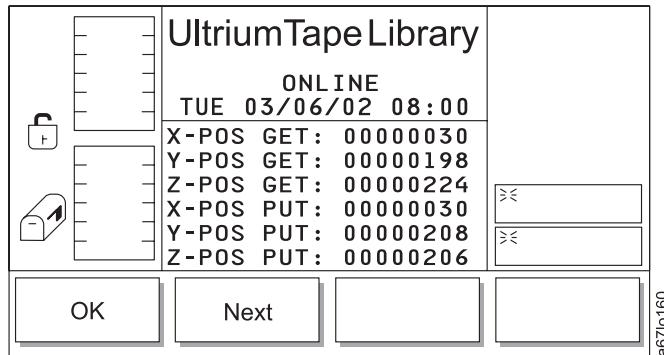

Abbildung 91. Positionsdialog
- Wird **Next** ausgewählt, erscheint der Positionsdialog (siehe Abb. 91).
Tabelle 40. Übersetzung von Abb. 91, Positionsdialog